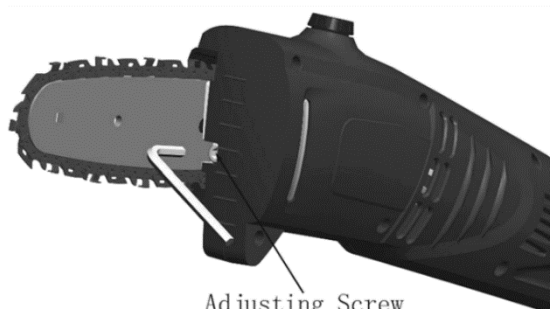

Figure 5
2. Drehen Sie die Einstellschraube an der Vorderseite des Vorschubkopfs im Uhrzeigersinn, bis sich der Durchhang außerhalb der Kette befindet. (siehe Abbildung 5)